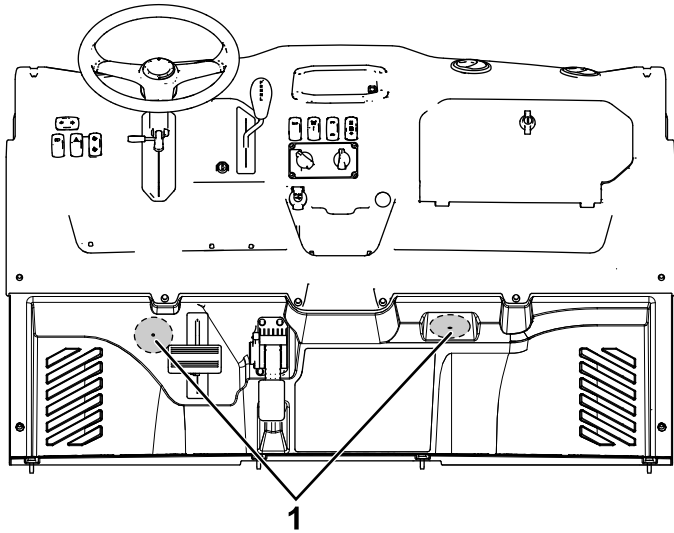

Figura 12
2. Localice las 2 marcas de perforación en el panel del suelo (Figura 12) y realice 2 orificios (76 mm) directamente sobre las marcas de perforación.